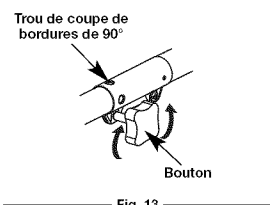

Fig. 13
- Dévissez le bouton vers la gauche (Fig. 13).
- Serrez le bouton en le tournant à droite (Fig. 13).
Pour couper les bordures à l'aide de la tête d'accessoire de coupe sur les modèle EZ-Link™, verrouillez le bouton de déclenchement de l'accessoire de coupe dans le trou de 90° (Fig. 13).